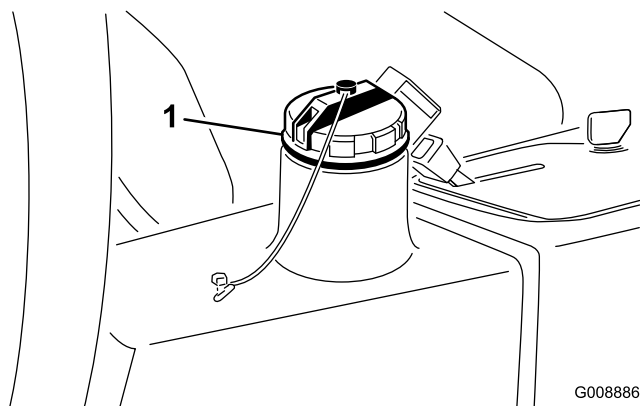

図 24
2. 油圧オイルタンクの注油口周辺をきれいに拭き、キャップ (図 24) を外す。キャップを外す。